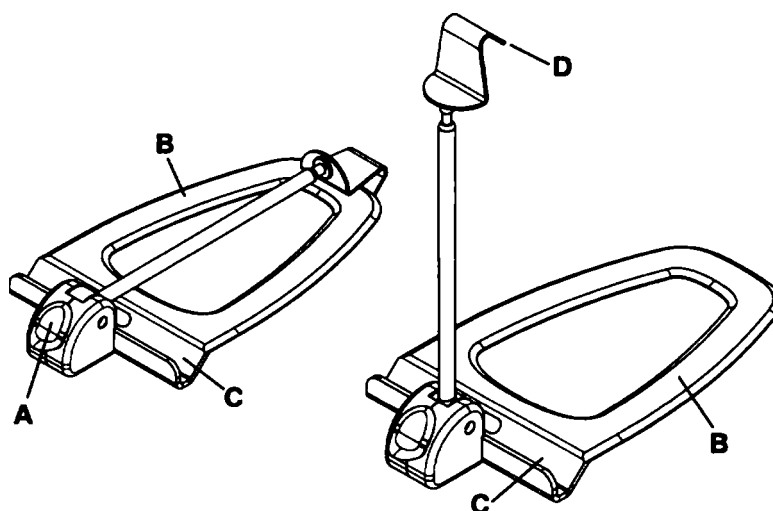

Рисунок 28 – Латеральный держатель рентгеновской кассеты
2. Нажмите вниз на желтую кнопку освобождения (A), чтобы открыть держатель латеральной кассеты (Рисунок 28).
3. Вставьте плоское основание (B) между матрацем и опорой для пациента.
5. Установите рентгеновскую кассету в канал для кассеты (C).
6. Потяните вверх за крючок кассеты (D), чтобы отрегулировать высоту кронштейна так, чтобы он вплотную примыкал к кассете и удерживал ее на месте.